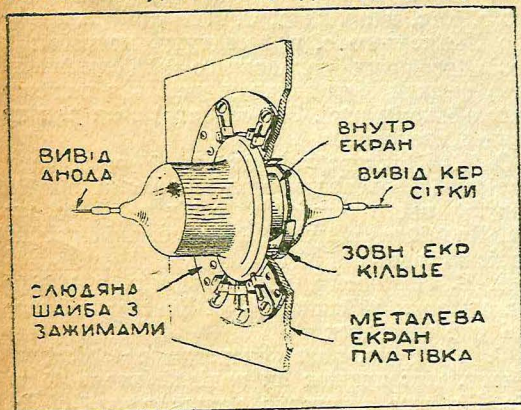

Рис. 9
1. Лампи типу «Жолудь» рекомендується монтувати в апаратурі так, як показано на рис. 9. Такий спосіб монтажу особливо істот-